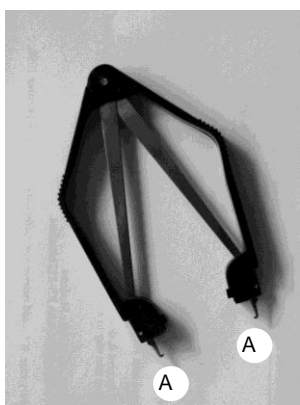

Abb. 2.7.2: PLCC-Abziehzange
4. Der µ-Controller wird mittels PLCC-Abziehzange, Abb. 2.7.2, entfernt. Dabei ist die Zange so anzusetzen, dass die mit A gekennzeichneten Teile der Zange mit denen des Sockels übereinstimmen (siehe Abb. 2.7.2 und 2.7.3).